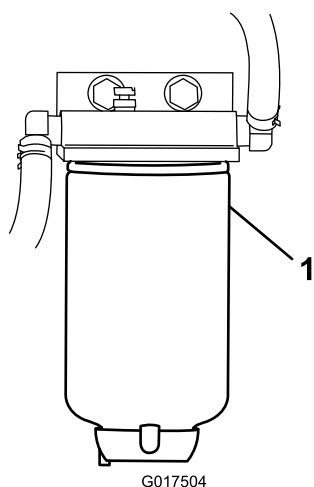

Figure 39
3. Dévissez le filtre à carburant du support (Figure 39).